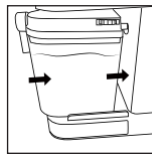

Рис. 3
- Установите крышку капучинатора (12) на ёмкость (11), установите капучинатор на место установки до срабатывания фиксатора (рис. 3).